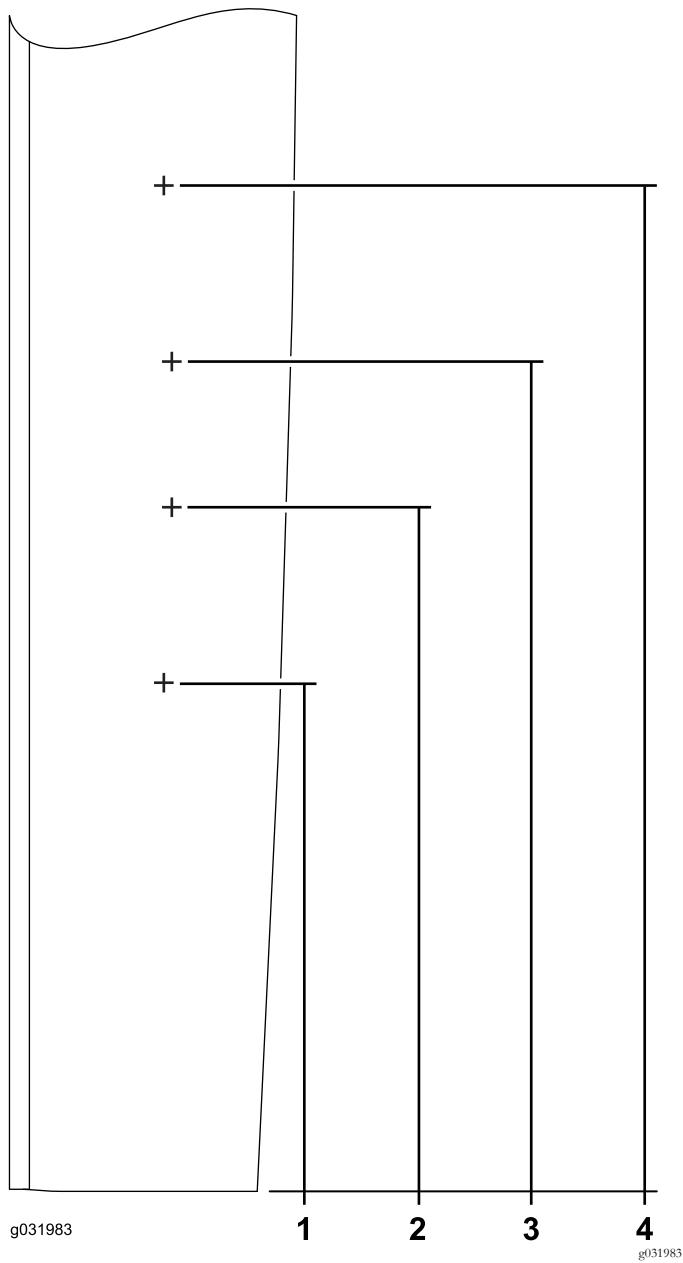
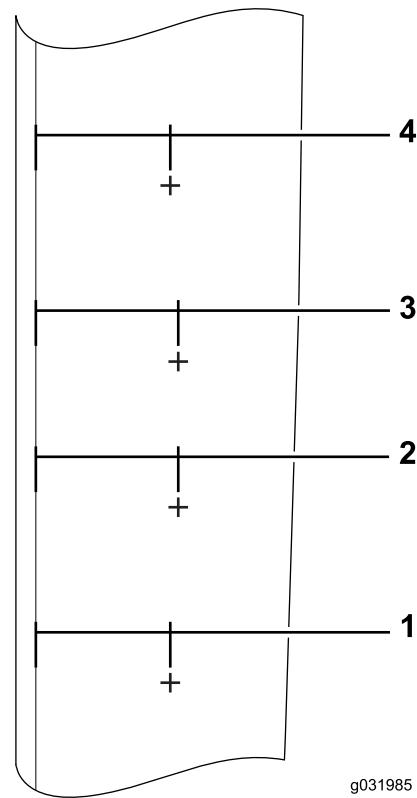

Figure 49
Figure 50
- Localisez et repérez les emplacements suivants sur la plaque latérale (Figure 49) et (Figure 50).